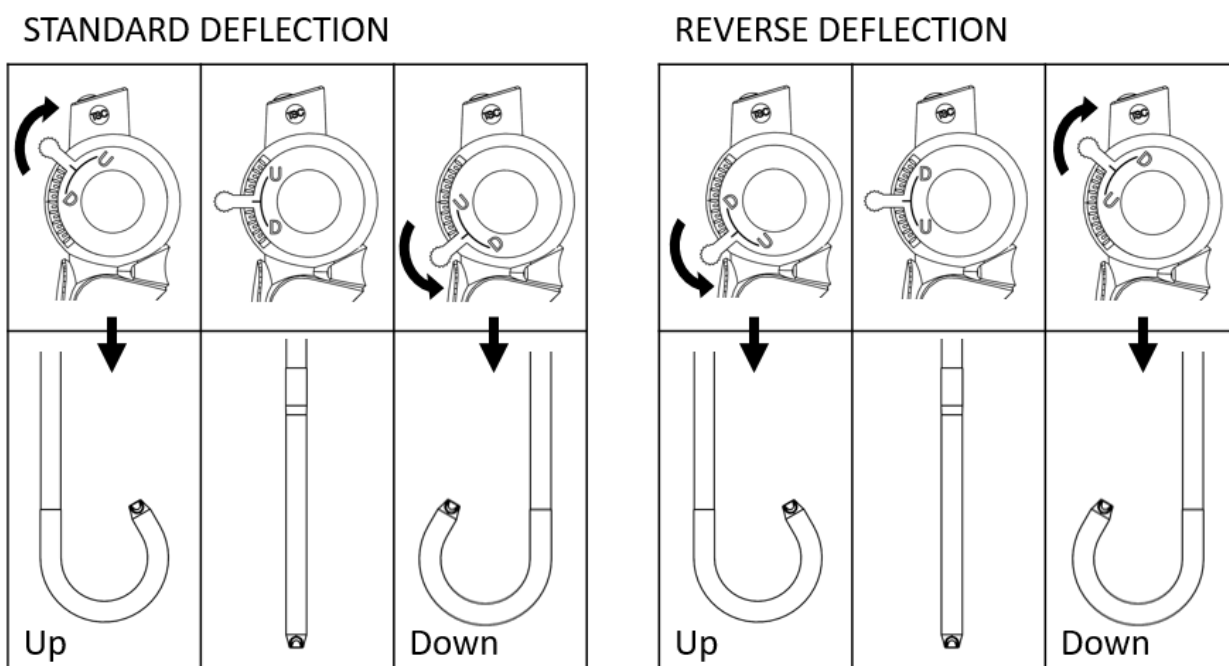

Figure 1. La commande de béquillage articulée dépend du modèle utilisé
3. Vérifiez que la partie articulée fonctionne correctement et de manière fluide en déplaçant le levier de béquillage vers le haut et vers le bas. Vérifiez le modèle de béquillage utilisé : la commande d'articulation peut être *Standard* (levier vers le haut = embout vers le haut) ou *Reverse* (levier le haut = embout vers le bas) (**Figure 1**).